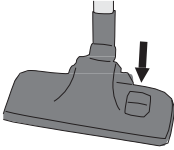

Figura 4 Superfici morbide o dure
- Assicurarsi di regolare la bocca aspirante a seconda dell'utilizzo su superfici dure o morbide agendo col piede sull'apposito selettore (vedere la figura 4). Se si desidera pulire una superficie dura, agire sul selettore per fare fuoriuscire le spazzole dalla bocca aspirante combinata. Qualora si desidera pulire una superficie morbida, fare ritrarre le spazzole agendo sullo stesso selettore.